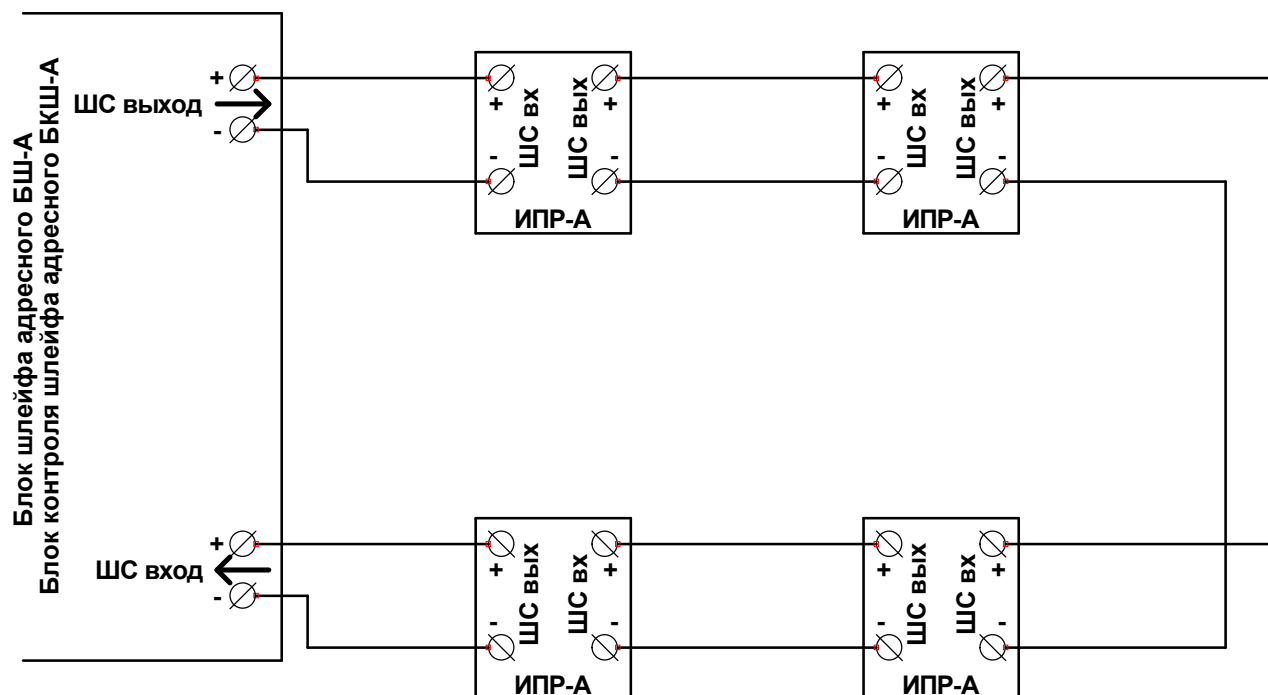

Рис. 3. Схема включения извещателей
1.3.3 Схема включения извещателей в петлевой адресный шлейф пожарной сигнализации прибора «Варта-Адрес» приведена на рис. 3.
- подключить шлейф сигнализации к соответствующим контактам розетки, соблюдая полярность и направление ШС согласно рис. 3.